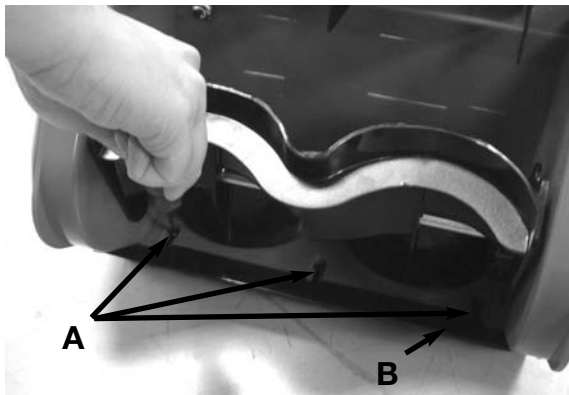

Fig. 10
2. Localice los 3 tornillos (A) situados bajo el rotor que mantienen la placa (B) unida a la carcasa. Extráigalos utilizando una herramienta Torx #T20 o un destornillador de cabezal plano. (Fig. 10)